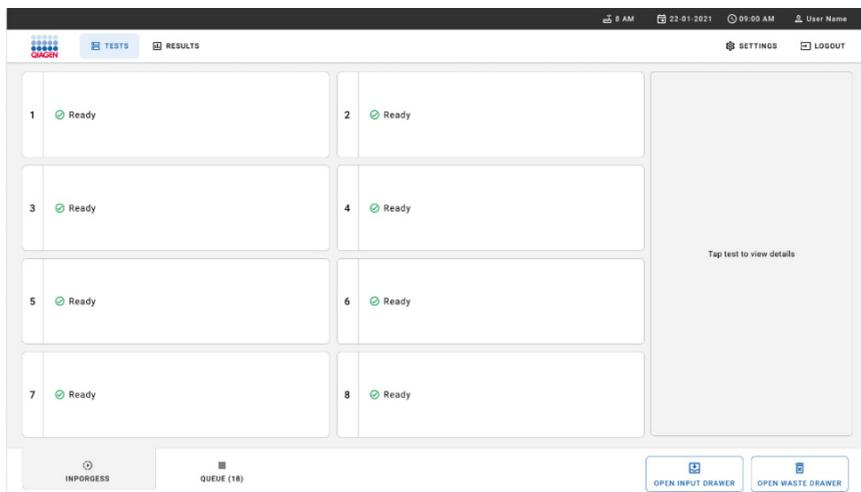

Figure 20. Écran de test principal.
1. Appuyez sur le bouton **OPEN WASTE DRAWER** (OUVRIR LE TIROIR À DÉCHETS) dans le coin inférieur droit de l'écran principal de test (figure 20).
3. Fermez le tiroir à déchets après avoir retiré les cartouches. Le système analyse le plateau et revient à l'écran principal (figure 20). Si le plateau a été retiré à des fins de maintenance, assurez-vous qu'il est correctement inséré avant de fermer le tiroir.
4. Appuyez sur le bouton **OPEN INPUT DRAWER** (OUVRIR LE TIROIR D'ENTRÉE) dans le coin inférieur droit de l'écran (figure 20).